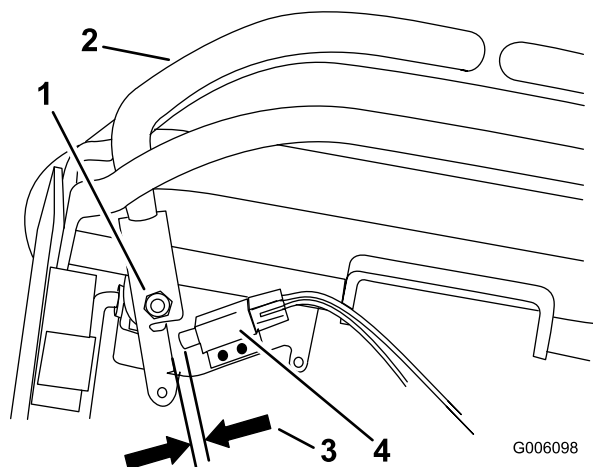

Figure 43
10. Vérifiez l'écartement entre le levier de commande et le contacteur comme illustré à la Figure 43. L'écartement doit être de 3 mm.
11. Au besoin, desserrez les vis de fixation du contacteur et réglez ce dernier (Figure 43).